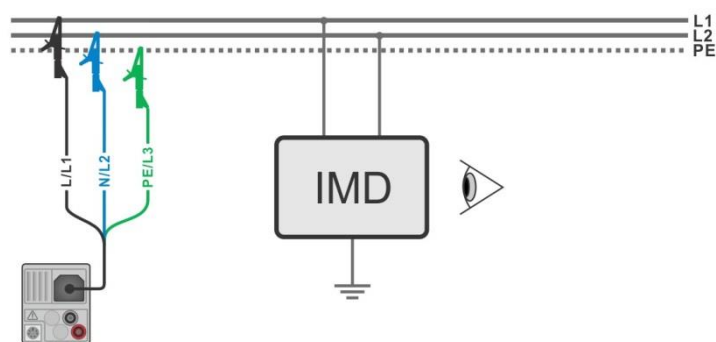

figura 7.78: Misurazione automatica IT
- Collegare puntali all'oggetto in prova, vedere **figura 7.78**.